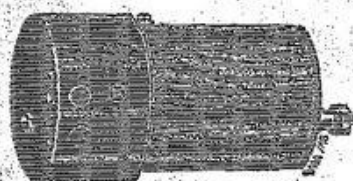

Fig. 2 - DINAMO Tipo D D / 6
- 1 **DINAMO DD** della potenza di 22W. a 6V. regolazione a terza spazzola (Fig. 2) ;